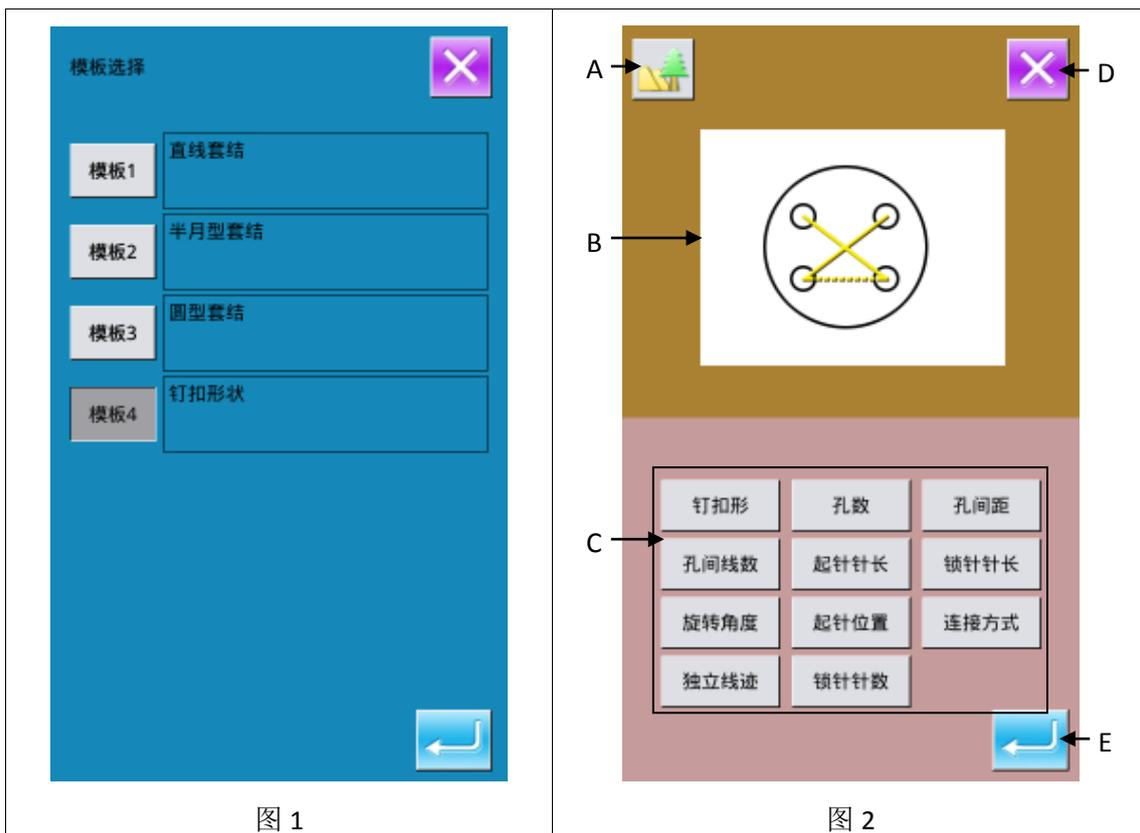

图 1
- 选择参数设置区中的套结形状选择（直线套结、半月形套结、圆形套结、钉扣形）按键，可以通过“模板选择”界面选择“模板 4(钉扣形状)”功能，进行钉扣型花样的编辑。如图 1 所示